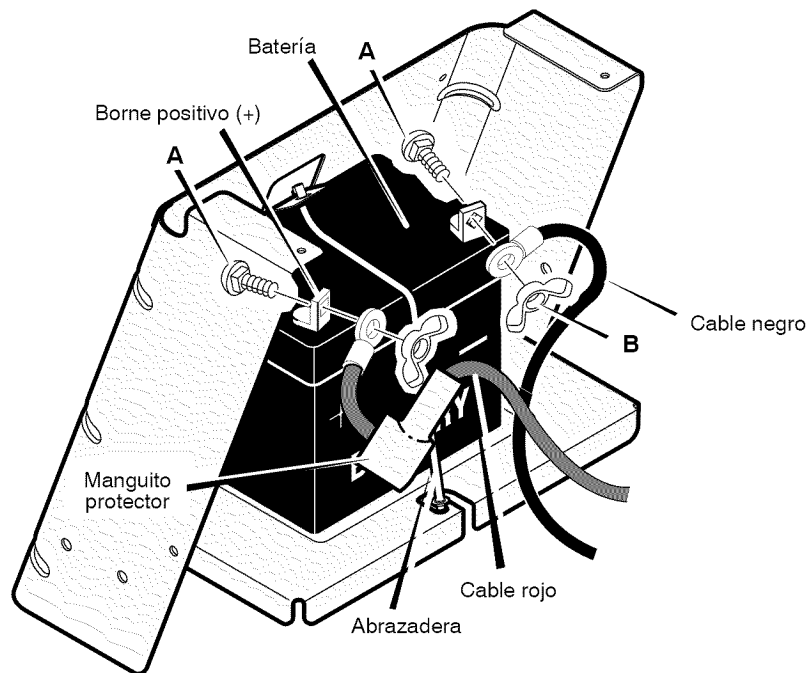

Figura 58
1. Desconecte el **cable negro** del **borne negativo (-)** (Figura 58).